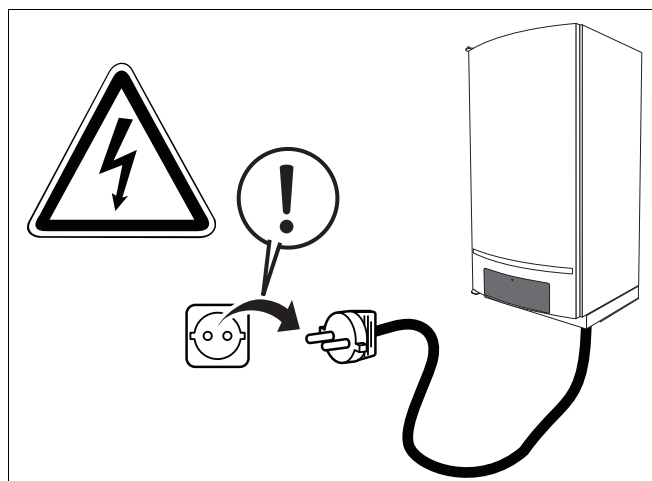

Fig. 61 Togliere la corrente dall'impianto di riscaldamento
- Togliere la corrente dall'impianto di riscaldamento (fig. 61).